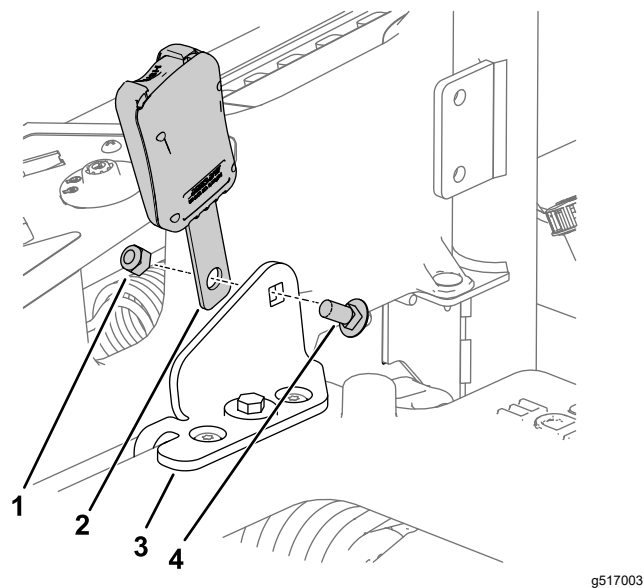

Figure 8
2. Fixez la boucle et la languette de la ceinture de sécurité aux supports à l'aide de 2 boulons de carrosserie ($\frac{7}{16}$ " x 1") et 2 contre-écrous ($\frac{7}{16}$ ""), comme montré à la Figure 8. Répétez cette procédure de l'autre côté pour la languette.